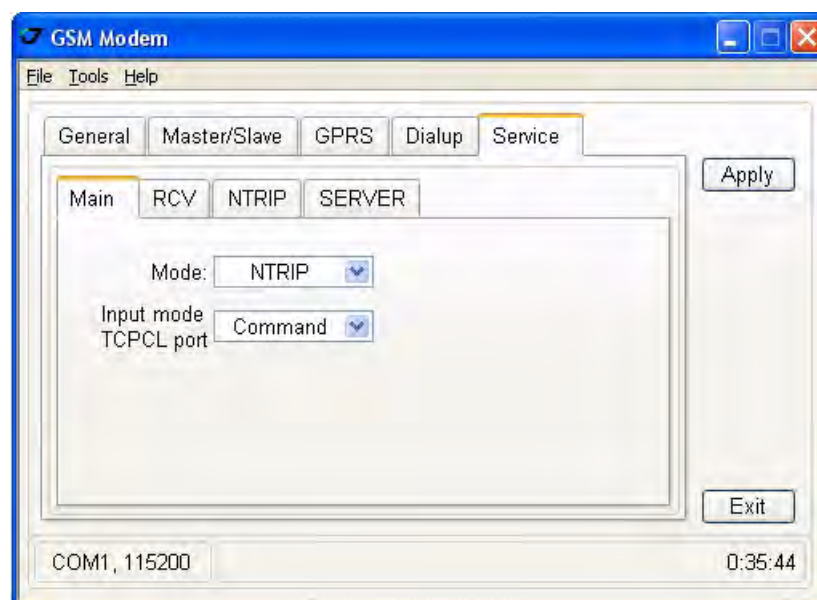

Рисунок 31. Закладка Service
3. В подзакладке *Main* закладки *Service* произведите следующие настройки (Table 16) и нажмите *Apply* (Рис. 31 на стр. 47).